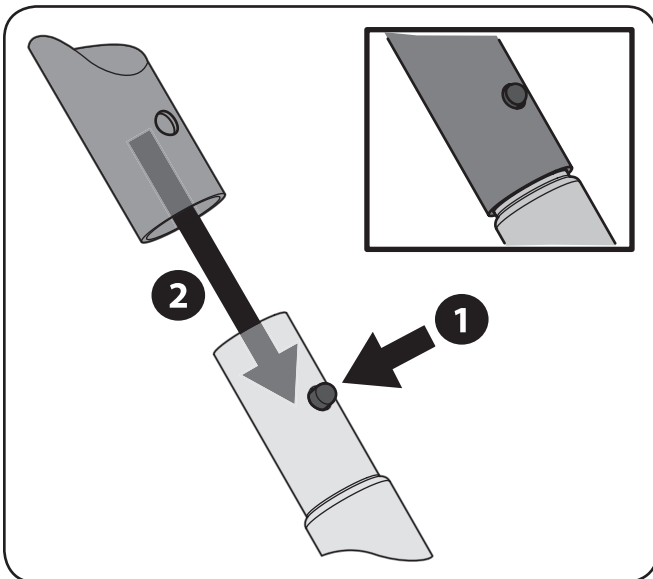

Figure 3-6
7. Les composants du châssis sont fixés ensemble par des attaches à ressort. Pressez l'attache à ressort et faites glisser le support jusqu'à ce que l'attache à ressort s'enclenche dans l'autre support. Voir Figure 3-6.